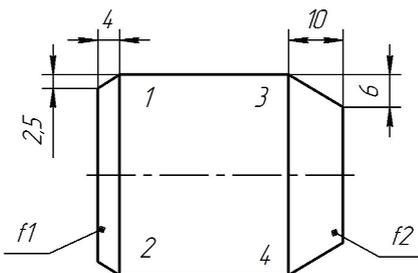

Рис. 1.20
Упражнение 22. Построение фасок по двум катетам (рис. 1.20).
На чертеже детали постройте фаски $f1$ и $f2$. Размеры фасок указаны на рис. 1.20.
- Выберите из списка Длина1 стандартное значение 2,5 (рис. 1.20).
- Самостоятельно постройте фаску f_2 размером 6×10 мм (рис. 1.20).